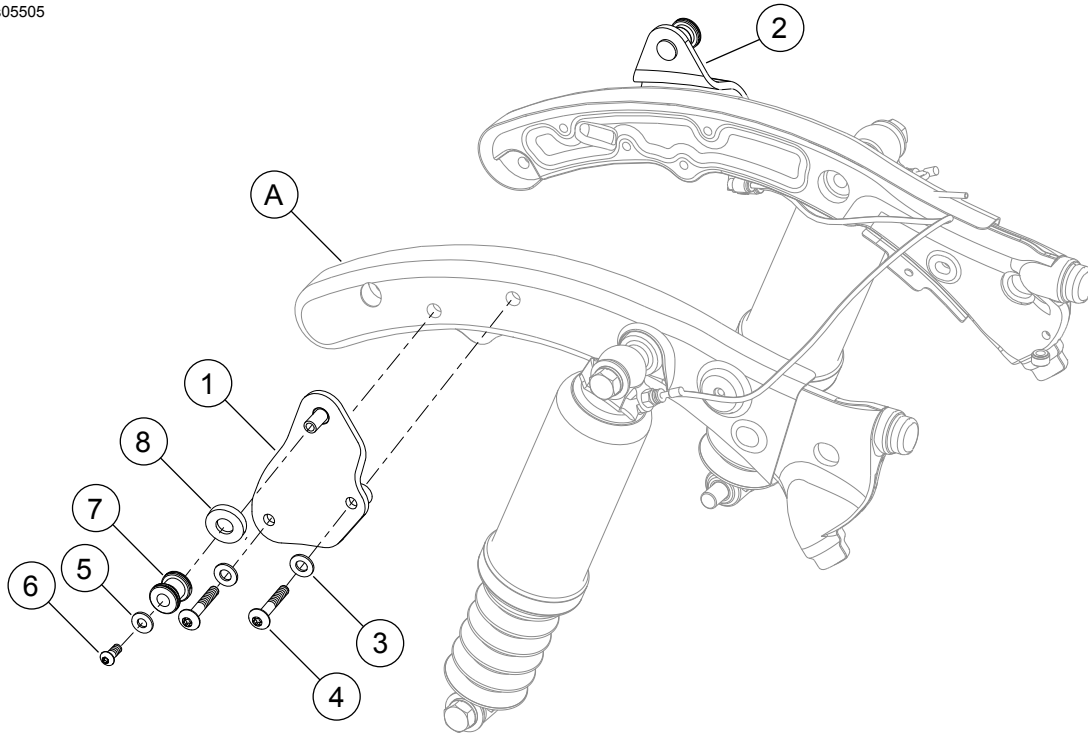

Figura 2. Peças de reposição: Kit de ferragens de suporte removível
Veja a Figura 2 e a Tabela 1.
1. Veja a Figura 2 e a Tabela 1. Aplique 2 ou 3 gotas de Loctite® 262 (vermelho) nos parafusos TORX® (4). Instale as placas de suporte (1 e 2) na tampa do pára-lama e no trilho do pára-lama (A) com as arruelas (3) e os parafusos TORX (4), e aperte com torque de 23 N·m (17 ft-lbs).
3. Veja a Figura 2 e a Tabela 1. Instale os pontos de suporte (7) nas placas de suporte (1 e 2) usando a arruela (5 e 8) e o parafuso (6). Aperte com torque de 14,2 N·m (10,5 ft-lbs).